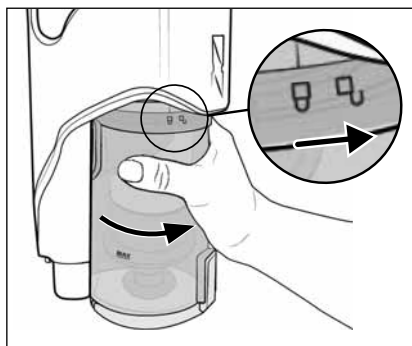

Fig. 25
- 8) Reinserrire il contenitore di raccolta della polvere ❷ nell'apparecchio e ruotarlo in direzione del simbolo  (chiudere) fino a quando non si innesta saldamente nell'apparecchio (vedere fig. 25).